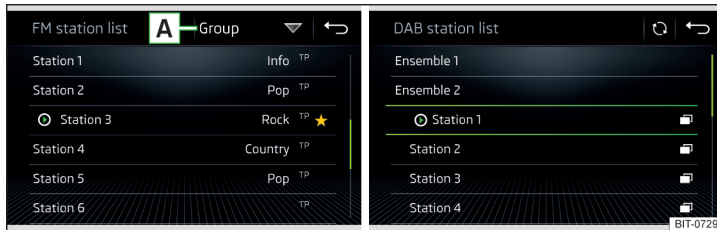

Abb. 136 Beispiel der Liste verfügbarer FM/DAB-Sender
- Zur **Sortierung** (FM) der Sender in alphabetischer Reihenfolge, laut Gruppe oder Genre, die Funktionsfläche **A** » Abb. 136 antippen » **!**.
- Zur **Filterung** der Sender nach dem Programmtyp (bspw. Kultur, Musik, Sport u. Ä.) in der FM-Senderliste (bei eingeschalteter RDS-Funktion) und der DAB-Senderliste (bei gewählter alphabetischer Sortierung der Senderliste) die Funktionsfläche **A** » Abb. 136 antippen.
Im Rundfunkbereich **AM** und **DAB** erfolgt die Aktualisierung manuell durch Drücken der Funktionstaste \odot » Abb. 136.